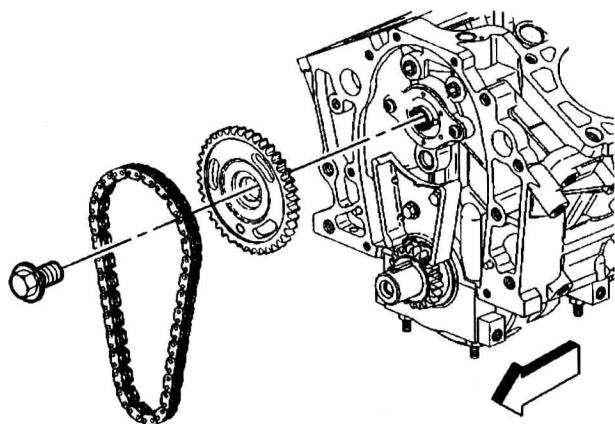

图 1-2-2 拆卸凸轮轴链轮螺栓、凸轮轴链轮和正时链条
3. 拆卸凸轮轴链轮螺栓（图 1-2-2）。
4. 拆卸凸轮轴链轮和正时链条 (图 1-2-2)。